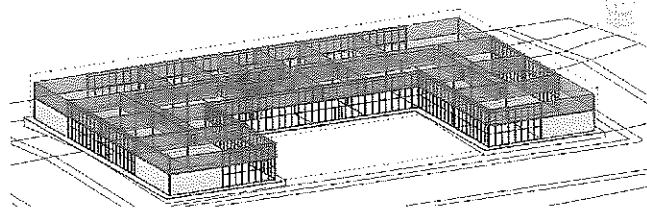

Figura A.83 – Grupo dos elementos do Pav Tipo.
10. Na vista 3D, note que foi criado o grupo, pois todos os elementos estão em azul (selecionados). Se ele não aparecer, clique em qualquer elemento do **Pav Tipo** que você verá o grupo e uma linha tracejada definindo os limites do grupo, Figura A.83.